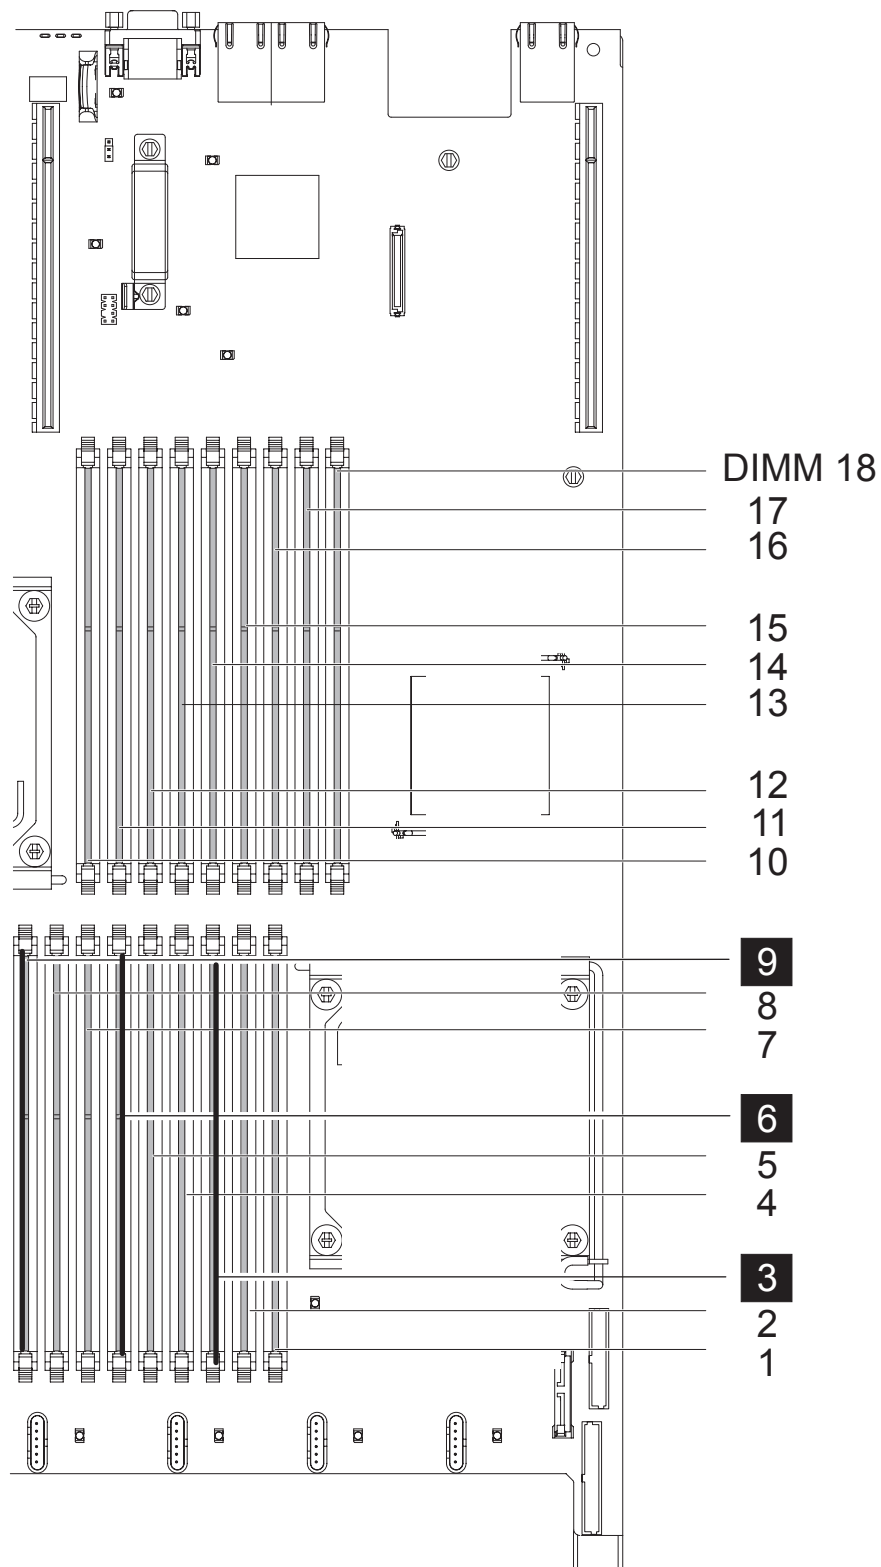

図 90. SAN ボリューム・コントローラー 2145-CG8 メモリー・モジュールの見つけ方
- SAN ボリューム・コントローラー 2145-CG8: SAN ボリューム・コントローラー 2145-CG8 ノードは、DIMM スロット **3**、**6**、および **9** で 3 個のモジュールを使用します (119 ページの図 90 を参照)。